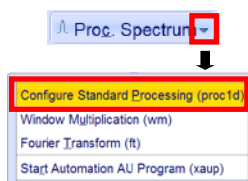

図 74. 処理条件変更のプルダウンメニュー。
- a. **Proc. Spectrum** 右端の ▼ をマウスでクリックするとプルダウンメニューが出ます。このメニューの中から **Configure Standard Processing (proc1d)** を選択します (図 74)。